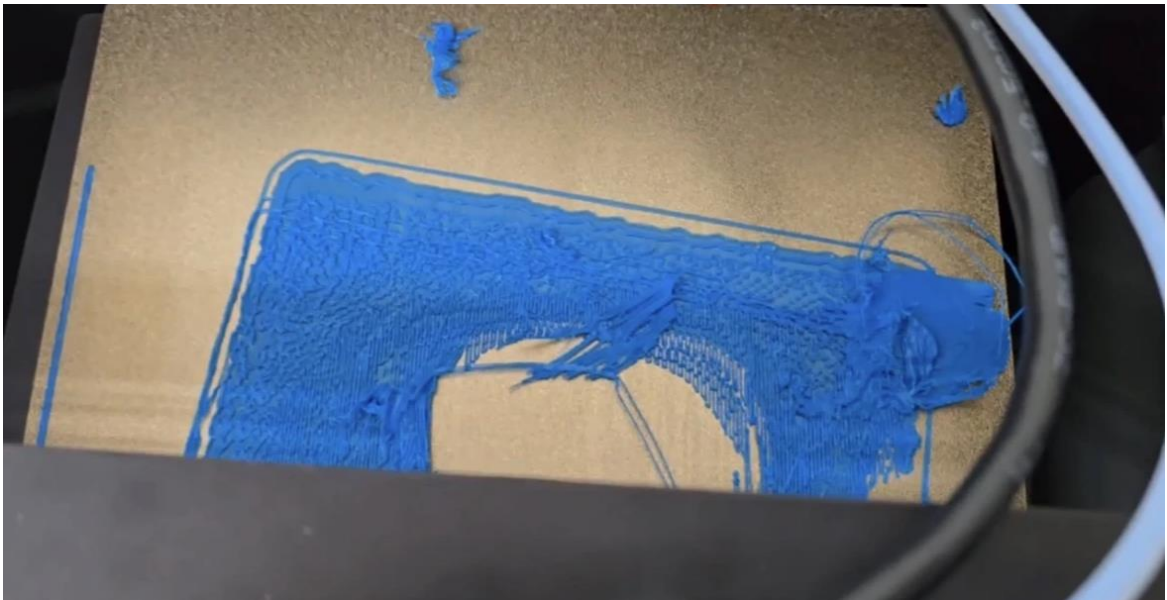

Рис. 33. Пример некорректного старта печати
3. каждые 30 минут осматривайте модель на предмет дефектов (Рис. 33):